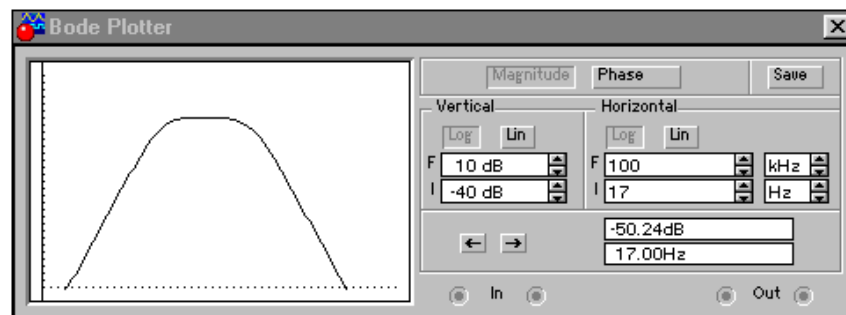

Рис. 25. Передняя панель измерителя АЧХ и АФХ
**Измеритель АЧХ и ФЧХ.** Передняя панель измерителя АЧХ-ФЧХ показана рис. 25.